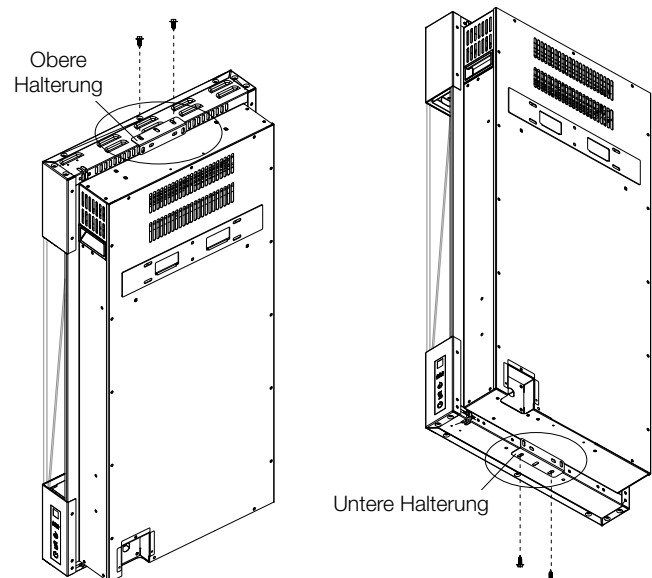

Abb. 1
- Entfernen Sie die oberen und unteren Halterungen (**Abb. 1**).
- Führen Sie das Gerät erneut in die Aussparung ein und befestigen Sie es an den oberen und unteren Halterungen (**Abb. 1**).